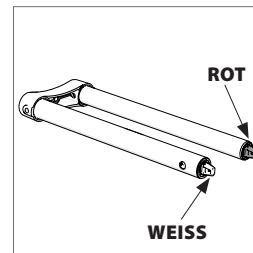

Abb. 1b
- Schlittenführungen. (**Abb. 1b**)